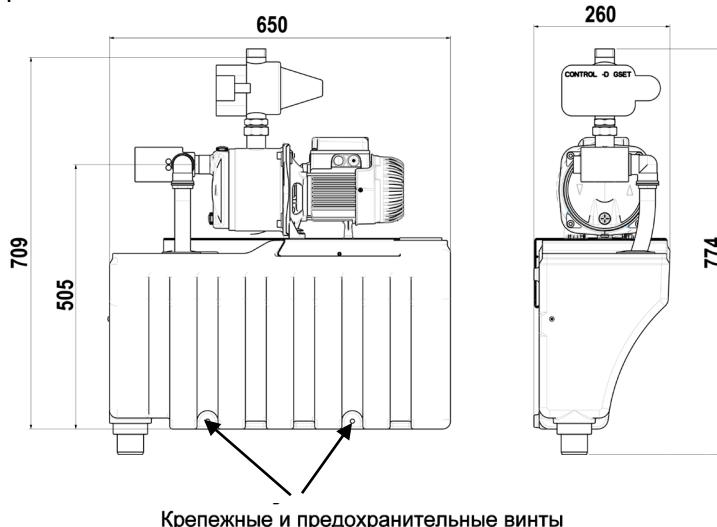
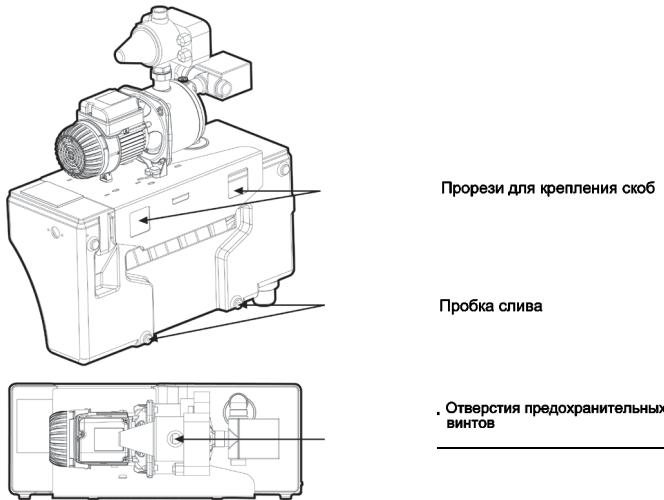

Рисунок 03
Рисунок 04
- Установить предохранительные винты рис. 03, и рис. 04.
2. проверить, что поплавковый клапан правильно размещен внутри резервуара воды из водопроводной сети (смотри рис. 04). Поплавок должен быть в состоянии свободно перемещаться.